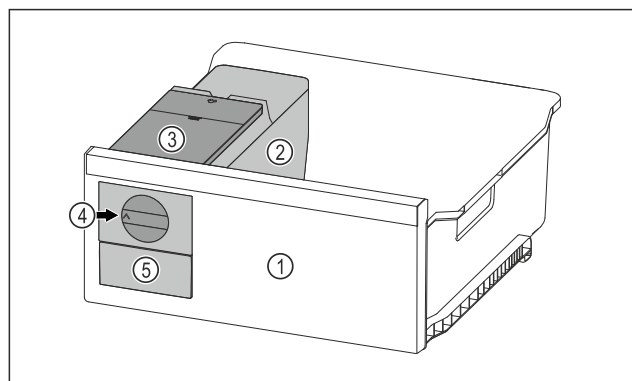

Fig. 120 Eksempelfremstilling
- ▶ Vri dreieknotten Fig. 120 (4) med klokken til den stopper.
- ▷ Isbitene faller fra isbitbrettet og ned i isbitskuffen Fig. 120 (5).